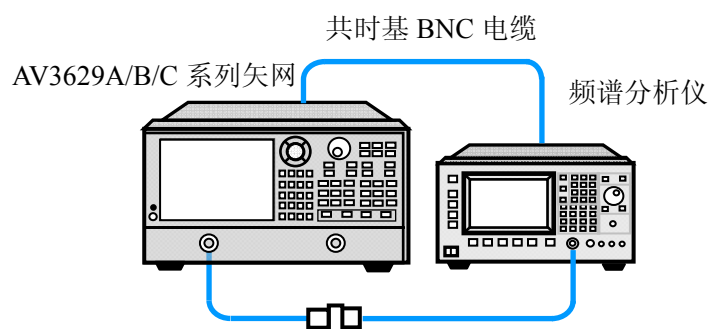

图 14-3 测试端口谐波/非谐波测试框图
- a) 系统预热 60 分钟以上，按图 14-3 所示连接系统；